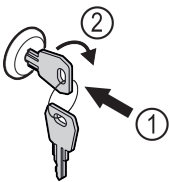

Fig. 150
- ▶ Вдавити ключ Fig. 150 (1).
- ▶ Повернути ключ на 90° за годинниковою стрілкою Fig. 150 (2).